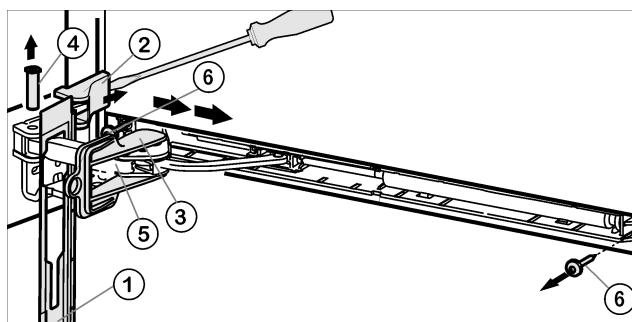

Fig. 5
- Сдвиньте накладку над амортизационной скобой Fig. 5 (5) в направлении устройства вперед.
- Зафиксируйте предохранитель Fig. 5 (3) в продольном пазе.
- Поденьте крышку Fig. 5 (2) отверткой с внешней стороны и снимите в направлении наружу.
- Выдавите палец Fig. 5 (4) снизу.
- Нажмите амортизационную скобу Fig. 5 (5) в направлении дверцы.
- Снимите накладку Fig. 5 (1).
- Открутите весь узел амортизатора закрывания дверцы (2 шт. Torx® 15) Fig. 5 (6).